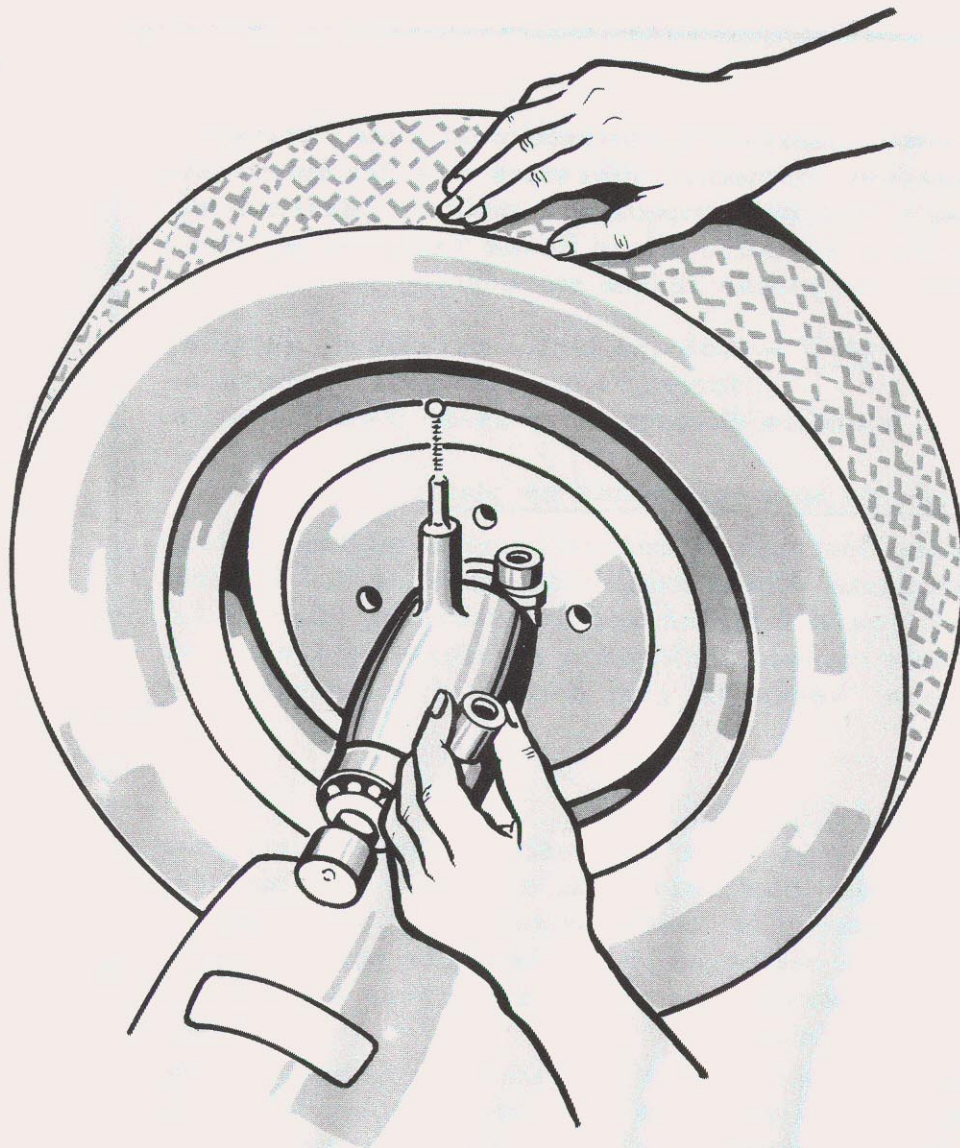

FIG. 4
- Fig. 4 - Colocação longitudinal
Para facilitar a leitura, ajuste a zero (0), em rotação, acionando o botão recartilhado 15. A indicação dada a partir do zero (percorrida pelo ponteiro), será o pêso, em gramas, necessário para compensar o equilíbrio e que deve ser colocado na borda externa da roda (fig. 4).